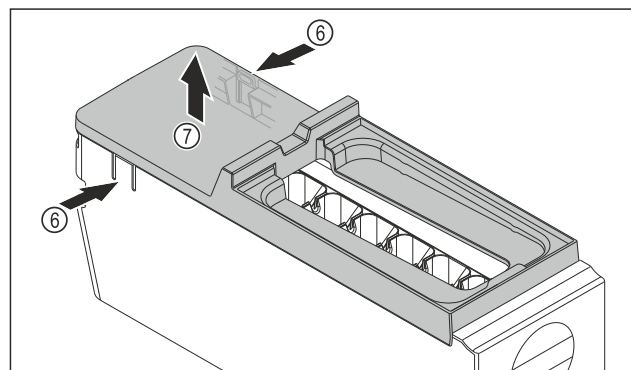

Fig. 166
- Abdeckung des EasyTwist-Ice-Körpers entnehmen: Laschen Fig. 166 (6) an den beiden Seiten des EasyTwist-Ice-Körpers mit einer Hand drücken.
- Abdeckung Fig. 166 (7) mit der anderen Hand nach oben entnehmen.